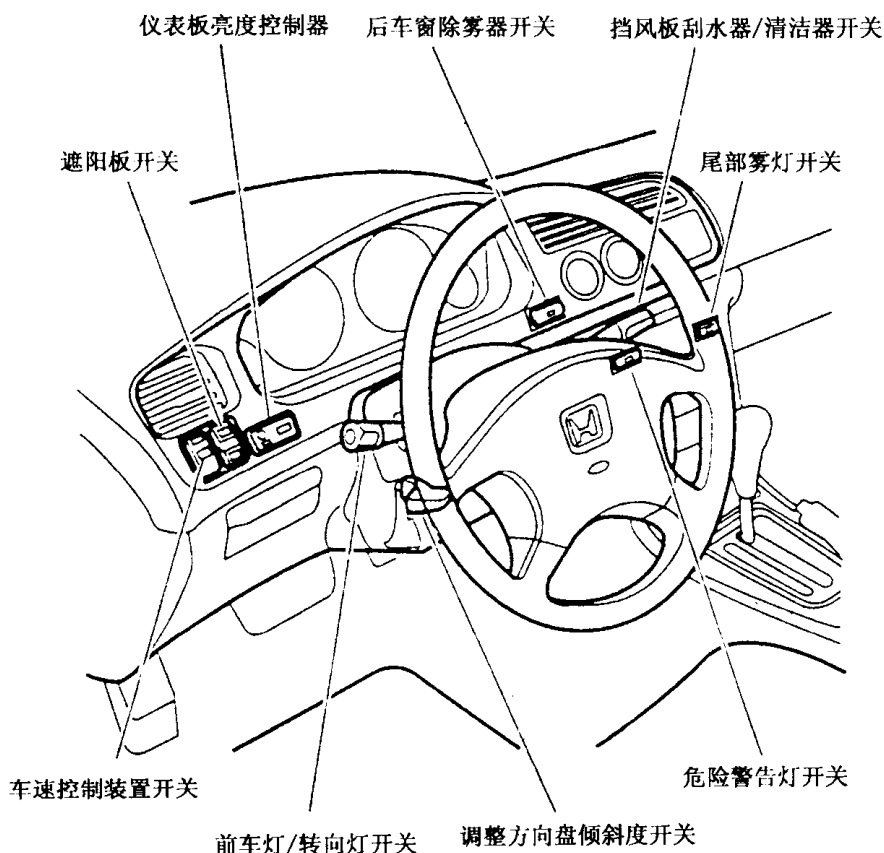

图 1-3 方向盘附近的控制装置
- ① 关掉发动机。
- ② 按压仪表板上的选择/复位按钮不放,然后把点火开关转换到 ON(Ⅱ)位置。
- ③ 按压此按钮约 10 s,直至指示灯复位。
3. 方向盘附近的控制装置(见图 1-3)